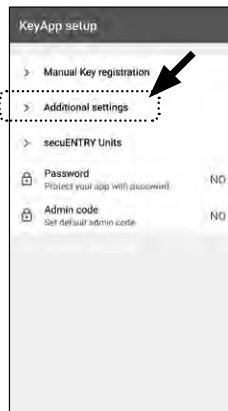

Abb. 36
④ Tippen Sie im Anschluss „*Additional settings*“ (Abb. 36).